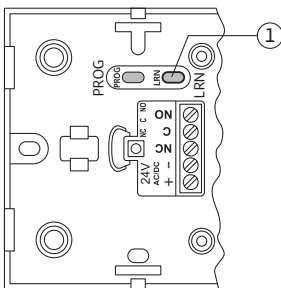
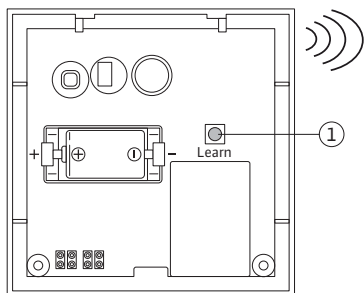

Fig. 28: Funkempfänger
Fig. 29: Funk-Raumtemperaturregler einlernen
- Die LRN-Taste (mit integrierter LED, grün) (Fig. 28, Pos. 1) am Funkempfänger gedrückt halten (Elektronikbox muss dafür geöffnet sein). Nach 2 s schaltet der Funkempfänger automatisch in den Lernmodus. Dies wird optisch durch das Blinken der LRN-LED angezeigt.
- Die Learn-Taste am Funk-Raumtemperaturregler (Fig. 29, Pos. 1) 1 x kurz drücken. Die Senderzuweisung wird durch ein einmaliges, 2 s langes Dauerleuchten der LRN-LED im Funkempfänger (Fig. 28, Pos. 1) angezeigt.
- Der Lernmodus kann verlassen werden, sobald sich die LRN-LED am Funkempfänger (Fig. 28, Pos. 1) wieder im Blinkmodus befindet. Zum Verlassen des Lernmodus die LRN-Taste ca. 1 s drücken. Wenn während 30 s keine Taste am Funk-Raumtemperaturregler betätigt wird, wird der Lernmodus automatisch verlassen. Danach ist der Funkempfänger betriebsbereit und verarbeitet ausschließlich die Signale des eingelernten Funk-Raumtemperaturreglers.
- Eingelernte Funk-Raumtemperaturregler können bei Bedarf gelöscht werden. Dabei ist der Funkempfänger in den Lernmodus zu setzen (siehe Kapitel 9.1 "Funkempfänger in den Lernmodus setzen", S. 25). Wird nun an einem bereits eingelernten Funk-Raumtemperaturregler die jeweilige Learn-Taste gedrückt, so wird dieser Raumtemperaturregler "ausgelernt" (gelöscht). Die Löschung wird durch 2x Dauerleuchten der LRN-LED am Funkempfänger (Fig. 28, Pos. 1) für 4 s angezeigt.
Sollte vom Funkempfänger in der Elektronikbox für eine Dauer von >90 min kein gültiges Funktelegramm des Raumfühlers empfangen werden, so schaltet der Funkempfänger die Heatfixx-Pumpe mit einer Zykluszeit von 10 min ein bzw. aus (defekter Raumfühler). Die Störung wird am Funk-Raumtemperaturregler durch schnelles Blinken der LRN-LED angezeigt (Fig. 28, Pos. 1). Für die Kontrolle der LRN-LED das Oberteil des Raumtemperaturreglers von der Grundplatte abgenommen werden.